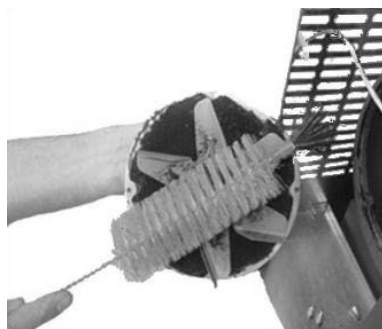
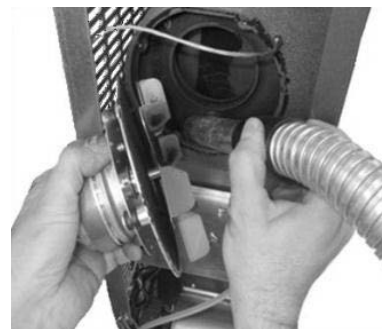

Fig. 66 - Phase 2
Fig. 67 - Phase 3
- Suivre le procédé selon **Fig. 65**, **Fig. 66** e **Fig. 67**.